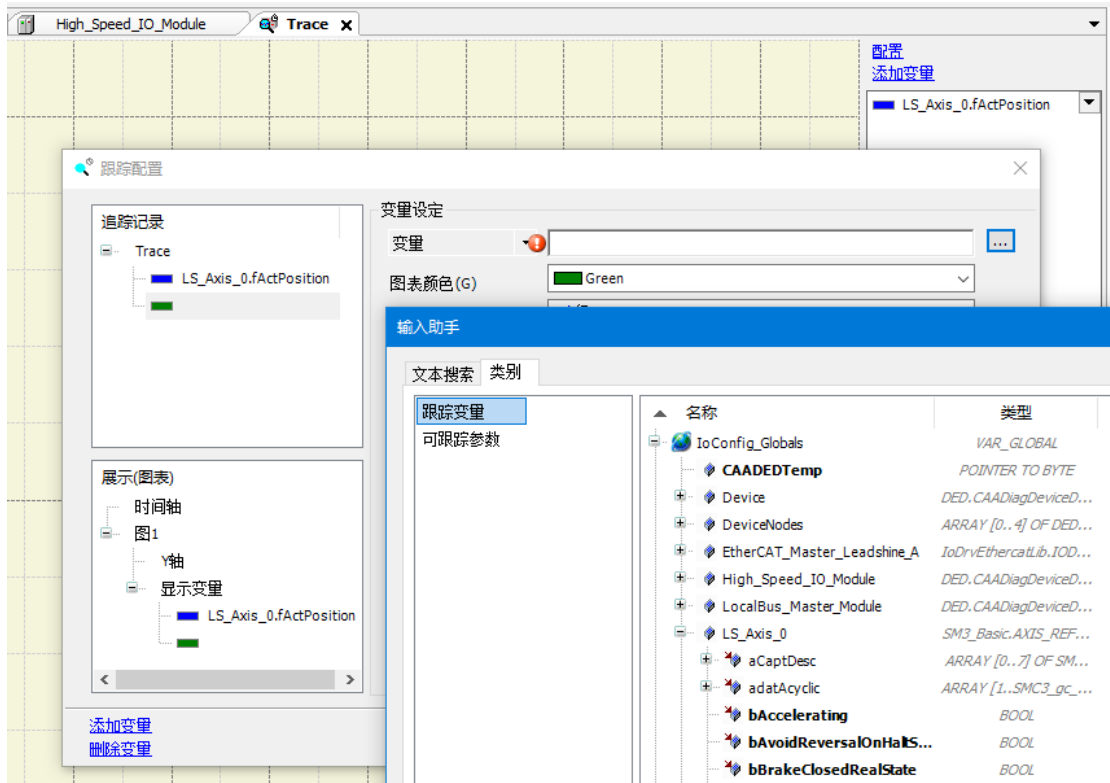

图 5.10 选择跟踪变量
- 再点击界面右上角的“添加变量”，弹出如图 5.10 所示的对话框。在“跟踪变量”中选“IOConfig_Globals”下的轴号 LS_Axis_0 中，分别选中、添加实际位置 fActPosition 和实际速度 fActVelocity 这 2 个变量。程序中的变量可以在 Application 下的 PLC_PRG 中选取。